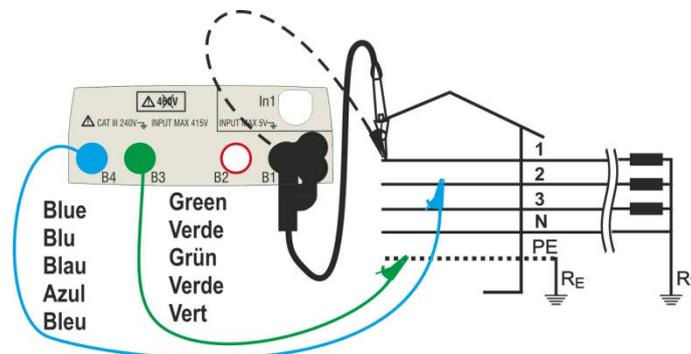

Abb. 18: Messung P-P in dreiphasigen 400V + N + PE Systemen
4. Verbinden Sie die Krokodilklemmen oder den Tastkopf mit der elektrischen Anlage entsprechend Abb. 18.